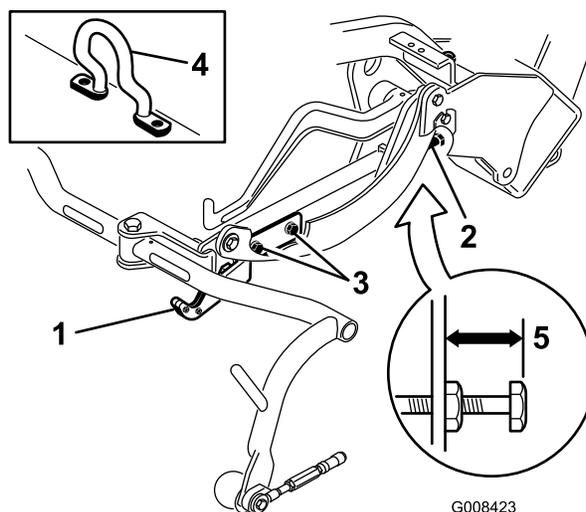
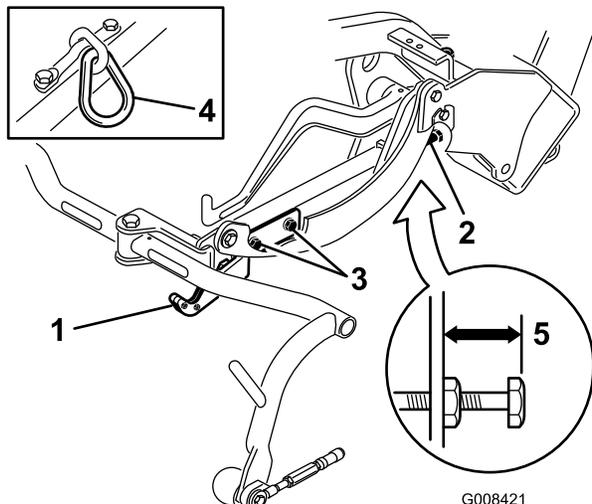
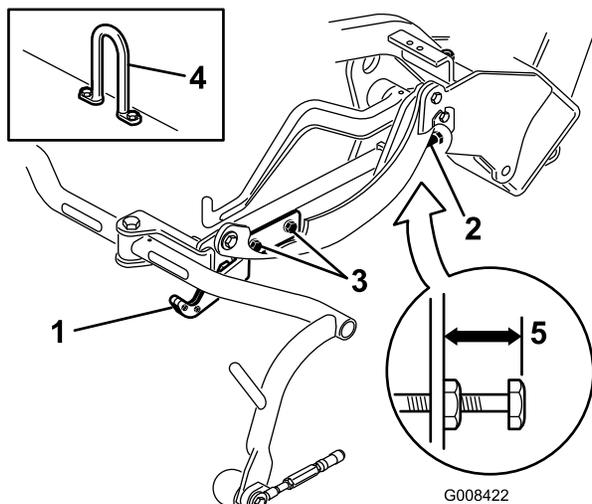

Figura 12
Figura 13
Figura 14
Verifique a altura de transporte (Figura 13 e Figura 14) e ajuste-a, se necessário.
2. Em unidades de corte equipadas com um elo de corrente ou um gancho de elevação desviado (Figura 12, em destaque) verifique se a distância a partir da parte superior do parafuso de ajuste da estrutura de suporte até à parte posterior da estrutura de suporte é de 25 mm. Se a distância não for de 25 mm, avance para o passo 4.
- Em unidades de corte equipadas com um elo de corrente ou um cilindro de elevação recto (Figura 13 e Figura 14, em destaque) verifique se a distância a partir da parte superior do parafuso de ajuste da estrutura de suporte até à parte posterior da estrutura de suporte é de 22 mm. Se a distância não for de 22 mm, passe ao passo 4. Se a unidade de corte estiver equipada com uma articulação de elevação desviada (Figura 12), avance para o passo seguinte.
- Desaperte os parafusos de montagem da placa de transporte (Figura 13, Figura 14 e Figura 12).
- Se as estruturas de suporte não estiverem à mesma altura, desaperte a porca de bloqueio no parafuso de ajuste da estrutura de suporte (Figura 12, Figura 13 e Figura 14). Rode o parafuso para fora para elevar e para dentro para descer. Aperte a porca de bloqueio depois de alcançar a altura adequada.